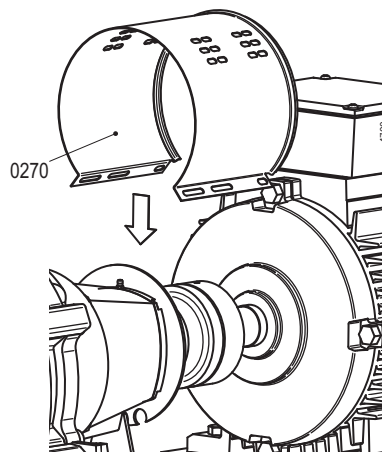

Figure 12: Installation de l'enveloppe côté moteur.
- 2 Enlever les deux chemises (0270). Voir Figure 12.